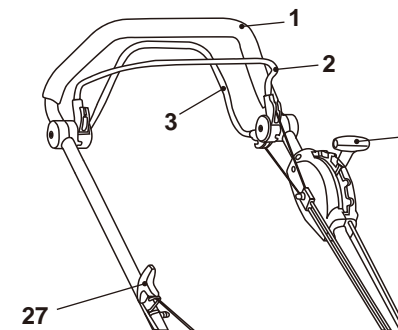

Fig. 26
3. Tirer la barre de freinage (2) contre la poignée (1) et la maintenir dans cette position avec une main (Fig. 26, étape 3).
4. Tirer doucement la poignée du lanceur (27) jusqu'à ce qu'une résistance se fasse sentir, puis la tirer rapidement. Répéter cette opération jusqu'à ce que le moteur démarre (Fig. 26, étape 4).
5. Pour commencer à tondre, maintenir la barre de freinage (2) à deux mains et tirer la barre d'entraînement (3) vers la poignée (1) (Fig. 26, étape 6). Le produit avance et commence à tondre.
2. Relâcher la barre de freinage (2) pour arrêter le moteur et la lame (Fig. 26).